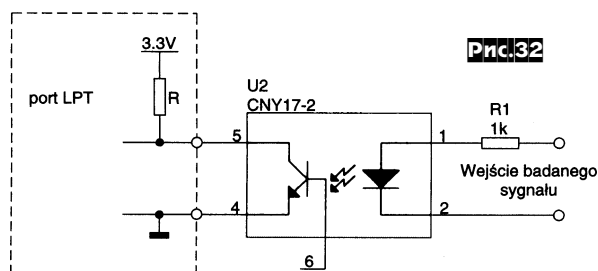

Рис.32
Януш Узицки для регистрации и индикации на ПК логических состояний четырех входов использует простейшие «датчики» с гальванической опторазвязкой (схема одного из них приведена на рис.32), подключаемые к LPT-порту ПК и использующие линии BUSY (контакт 11 LPT-разъема), ACK (10), PAPER OUT (12), ONLINE (13), ERROR (15) и общий (18...25). Обслуживающая программа доступна с адреса <http://popsoft.republika.pl/pmain/dane/oscpi1b.zip> (размер файла в zip-архиве 201 КБ) и обеспечивает выбор адреса LPT-порта (0x378, 0x278 или 0x3BC), шаг индикации (от 15 мкс) и количество точек (1...65535) графической инди-